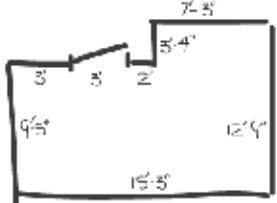

Figura 1
1. Dibuje un plano de su habitación. (Figura 1)